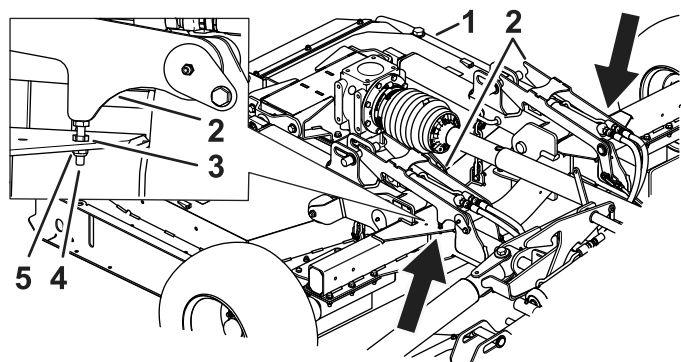

Рисунок 85
1. Ослабьте контргайку (Рисунок 85).
2. Поверните болт, уменьшив или увеличив его высоту, чтобы скорректировать расположение фиксатора деки и обеспечить зацепление со штифтами деки (Рисунок 85).
3. После регулировки высоты болта затяните контргайку и гайку (Рисунок 85).